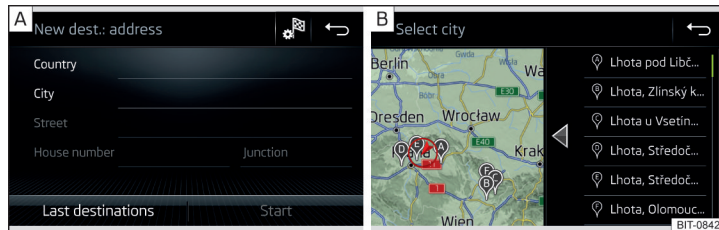

Abb. 160 Ziel über die Adresse eingeben: Hauptmenü / Liste der aufgesuchten Orte
- ▶ Die Zieladresse eingeben und anschließend bestätigen » Abb. 160 - **A**.
In Abhängigkeit von der Anzahl der aufgesuchten Orte kann automatisch eine Karte mit einer Liste der aufgesuchten Orte angezeigt werden » Abb. 160 - **B**.